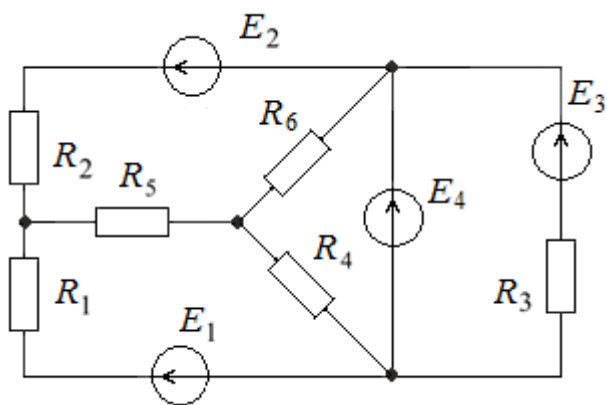

Рис. 119
52. Методом узловых потенциалов определить токи в ветвях электрической цепи (рис. 119), если $E_1 = 85$ В; $E_2 = 84$ В; $E_3 = 5$ В; $E_4 = 12$ В; $R_1 = 8$ Ом; $R_2 = R_3 = R_4 = R_5 = 10$ Ом; $R_6 = 4$ Ом.